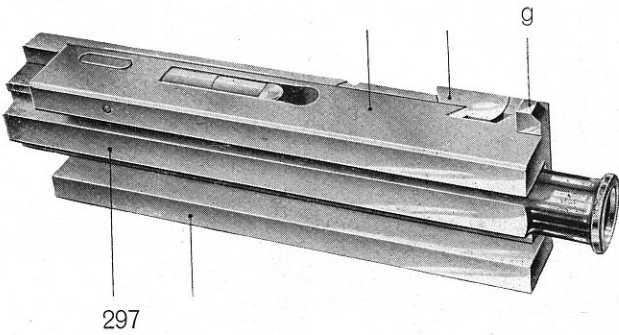

Fig. 15. — Culasse mobile (vue inférieure).
- A la partie supérieure (fig. 15), le talon passant entre les lèvres du chargeur et la fourche de l'éjecteur **288** pour entraîner les cartouches.